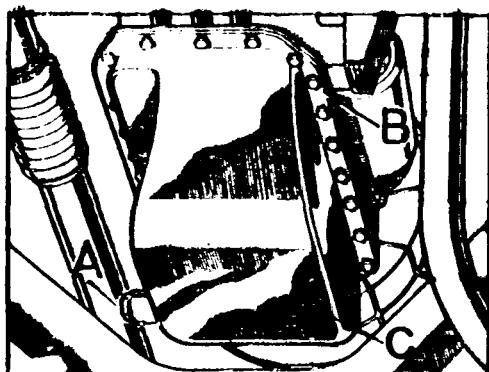

Fig. A3-72 Desmontaje del cárter de aceite
1.2. Vaciar el aceite desmontando el tapón, A (Fig. A3-72).
1.3. Desmontar los tornillos de fijación, B (Fig. A3-72) y retirar el cárter, C, con su junta.
- 2.2. Aplicar una capa de HYLOMAR-PL 32/L en ambos lados de la nueva junta del cárter, situar ésta en su sitio y montar el cárter, C (Fig. A3-72), fijándolo con sus tornillos, B, e instalar el tapón de vaciado, A.